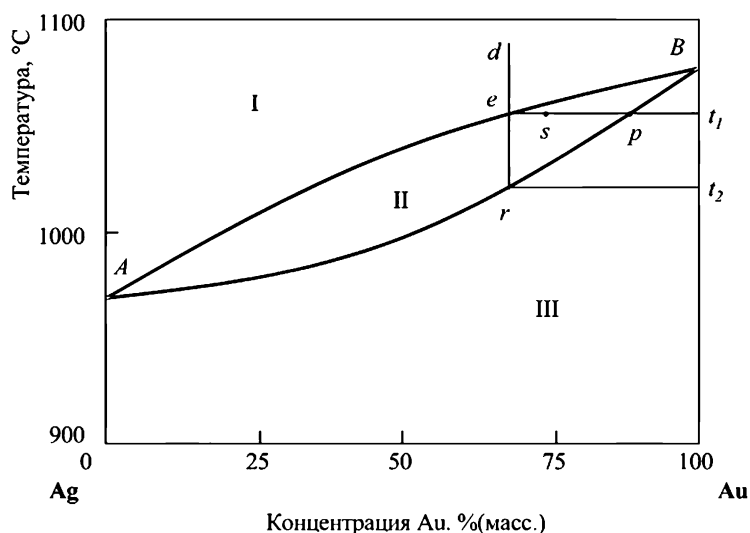

Рис.20. Диаграмма состояния системы Ag–Au
3. *Диаграмма состояния для сплавов с неограниченной растворимостью в твердом состоянии.* При этом для одних металлов их взаимная растворимость в твердом состоянии неограниченна, другие же растворимы друг в друге до определенных концентраций. На рис.20 приведена диаграмма состояния системы Ag–Au, представляющая собой пример диаграмм этого типа.